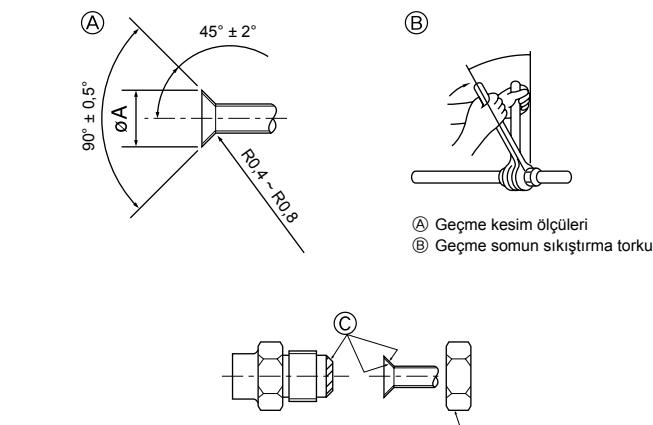

Fig. 4-1
- Geçme somunu sıkmadan önce boru ve conta bağlantı yüzeylerine ince bir tabaka halinde soğutucu yağı uygulayınız. (A) (Fig. 4-1)
- Boru bağlantılarını iki somun anahtarıyla sıkıniz. (B) (Fig. 4-1)
- Bütün geçme yatağı yüzeyine soğutucu makine yağı sürün. (C) (Fig. 4-1)
- Aşağıdaki boru büyüklüklerine uygun geçme somun kullanın. (D) (Fig. 4-1)
Ⓐ (Fig. 4-1)
Ⓑ (Fig. 4-1)